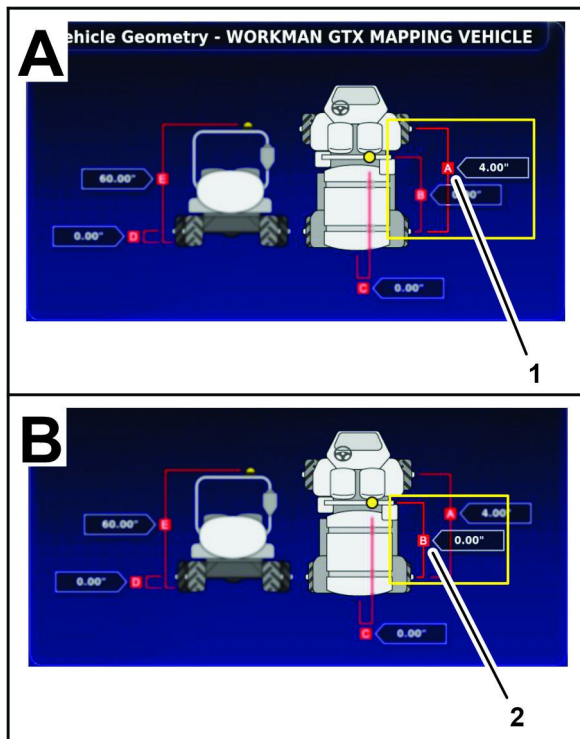

Figura 181
1. En la máquina utilizada para mapear los perímetros de las parcelas, mida la distancia entre la línea central de los ejes delantero y trasero (Figura 181) y anote la medida en el formulario de geometría del vehículo que aparece a continuación.
2. Mida la distancia entre la línea central del eje trasero y el centro del receptor de satélite (Figura 181), y anote la medida en el formulario de geometría.